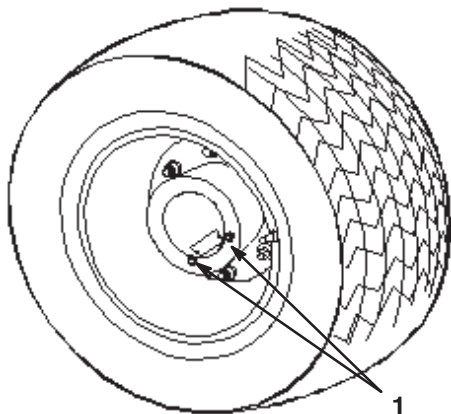

Figura 44
1. Coloque el pulverizador sobre una superficie nivelada con las ruedas traseras posicionadas para el drenaje, según muestra la Figura 44.